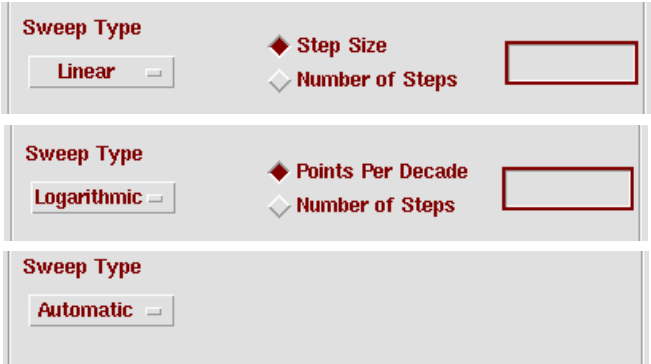
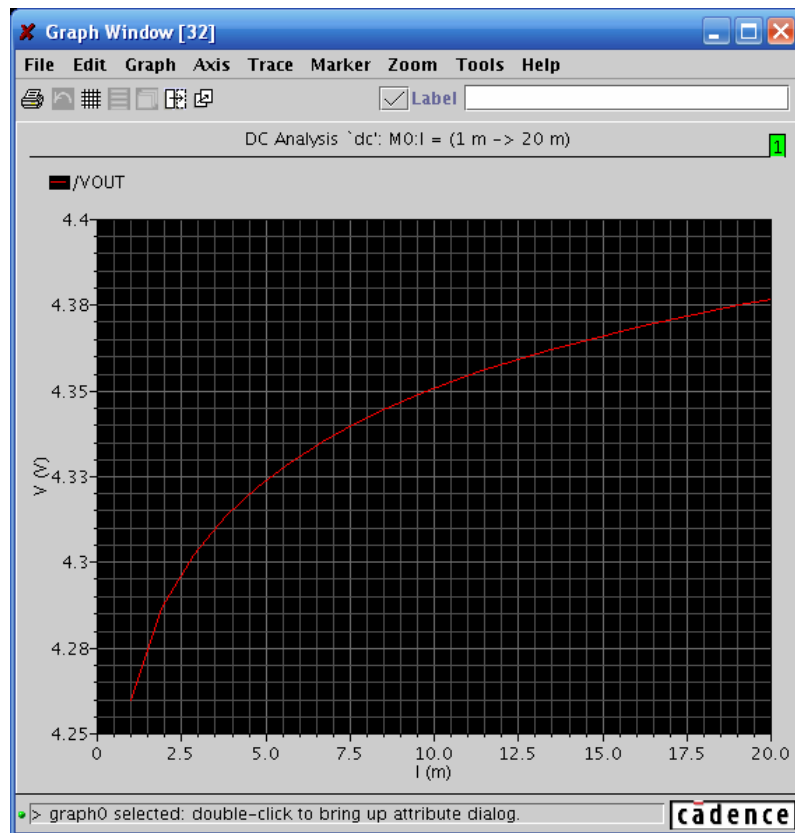

图 3.3 “Temperature”扫描类型的设定
图 3.9 M0 管的栅长从 $1\mu\text{m}$ 到 $20\mu\text{m}$ 变化时，输出电压的变化
- **“Sweep Type”**: 指定扫描方式。步进可以是线性的（Linear），也可以以对数方式（Logarithmic）步进。如果采用“Linear”模式，用户需要通过步进大小（Step Size）或是步进点数（Number of Steps）来控制仿真精度和仿真时间。而如果采用“Logarithmic”模式，仿真器默认的是以 10 为底的对数。用户也需要通过每个数量级所需步进数（Points Per Decade）或总步进数（Number of Steps）来控制仿真精度和时间。当用户对输出模式没有特殊要求时，可以采用系统默认设置（Automatic）。系统默认的设置是在当终值与初值比小于 10 时，采用线性模式输出。而在该比例大于 10 时，采用对数模式输出。三种模式的设置窗口见图 3.3。
器件参数扫描和设计变量扫描相类似。点击“Component Parameter”→“Select Component”后弹出原理图窗口。用户可以选择 MOS 管、激励源、地线等各种器件作为仿真对象。如果点击图 3.3 中的 NMOS 管 M0，会弹出该器件的参数表。图中的引号部分是对相应参数的解释。可以对该 MOS 的栅长变化作参数扫描。图 3.9 仿真表示 M0 管的栅长从 1μ 到 20μ 变化时，输出电压变化情况。